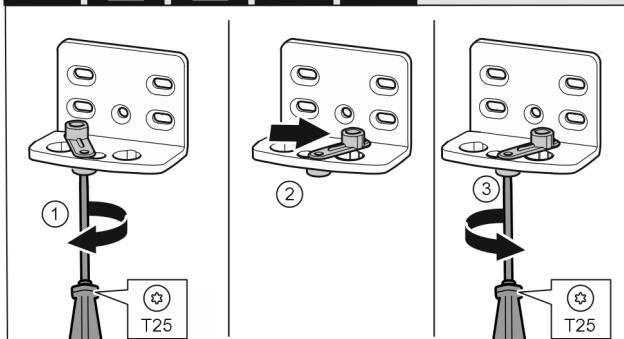

Fig. 14
- Schraube Fig. 14 (1) mit Schraubendreher lose schrauben.
- Türschließhilfe Fig. 14 (2) anheben und um 90° nach rechts in Bohrung drehen.
- Schraube Fig. 14 (3) mit Schraubendreher festschrauben.